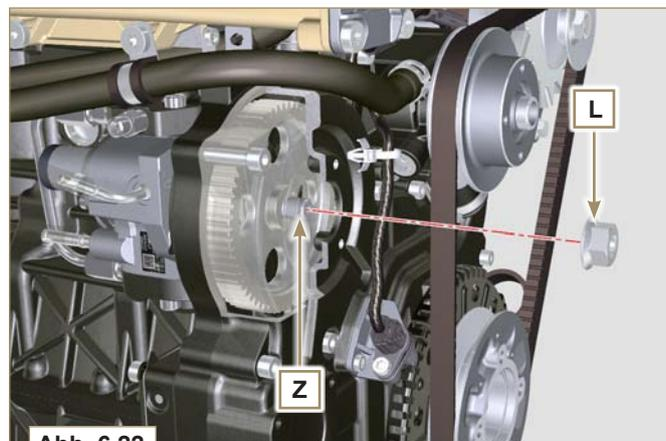

Abb. 6.22
- 6 - Die Mutter **L** festziehen (**Abb. 6.22**) (Anziehmoment **70 Nm**).